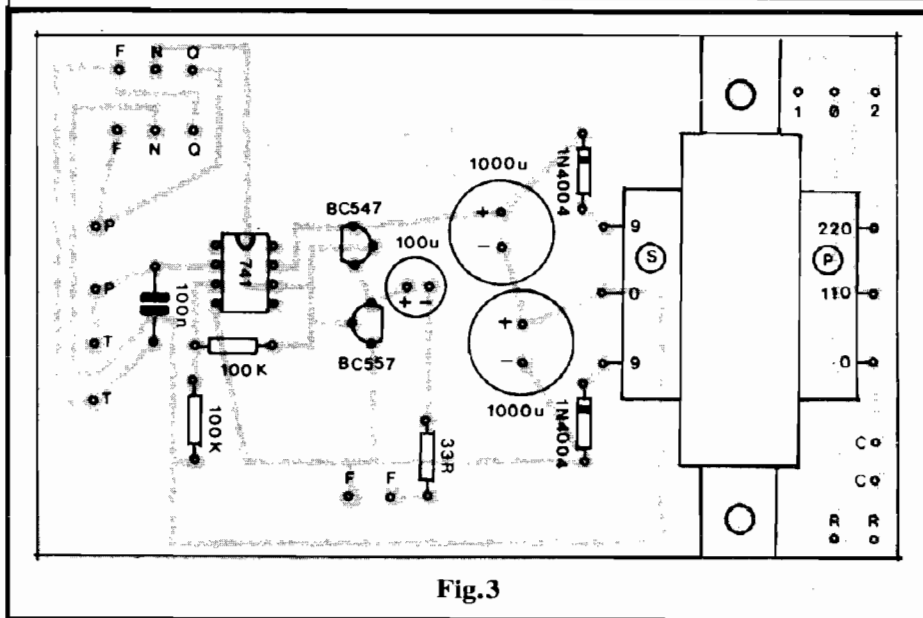

Fig.3
- **FIG. 3 - "CHAPEADO" DA MONTAGEM** - Fica "visualmente explicado" por que a placa deve ser tão "folgada"... A presença do transformador de força sobre o Impresso, obriga a uma certa "largueza", ao mesmo tempo em que beneficia eventuais manutenções, trocas de componentes, etc. Como se trata de uma montagem para profissionais, não vamos enfatizar aqui detalhes mais elementares, porém lembramos da necessidade de se manter atenção especial quanto aos componentes **polarizados** e suas posições (Integrado, transistores, diodos e capacitores eletrolíticos). A respeito